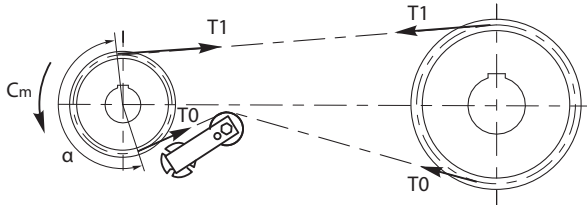

Fig. 5 TENSIONAMENTO DALL'ESTERNO VERSO L'INTERNO
Per eliminare gli slittamenti, quindi diventa necessario l'utilizzo di un tenditore automatico, poiché consente di recuperare gli allungamenti e di assorbire le vibrazioni provocando un nodo "n" in un punto conveniente della traiettoria della cinghia, e di aumentare l'angolo di avvolgimento  $\alpha$ , se il tendicinghia viene collocato verso l'esterno. Consigliamo di montare il tendicinghia all'esterno della trasmissione fig 5, ma si può posizionare anche all'interno fig 6. I rulli in acciaio o plastica sono idonei solo per andare in contatto con il dorso della cinghia. Quando il tensionamento viene eseguito, invece, dall'interno verso l'esterno, con cinghie trapezoidali e dentate, si deve utilizzare una puleggia che ricalchi la sagoma della cinghia.
*To avoid micro-sliding, the use of an automatic tightener becomes a must and a way to recover any lengthening as well as vibrations with an "n" knot in a convenient position along the belt path if the belt tightener is positioned with operation from the outside towards the inside. We advise fitting the belt tightener on the outside of the transmission, fig. 5, but it may also be positioned on the inside, fig. 6. Steel or plastic rollers are suitable only for coming in contact with the back of the belt. Instead, when tightening is performed from the inside towards the outside, with V-belts and cogged belts, a pulley which reproduces the outline of the belt must be used.*
dehnung ausgleichen lässt. Gleichzeitig absorbiert der automatische Riemenspanner die Schwingungen, indem er einen Knoten "n" an einer geeigneten Stelle vom Riemenverlauf erzeugt, und erhöht den Umschlingungswinkel bei Positionierung der Riemenspanner mit dem Antrieb montiert werden (Abb. 5), er kann aber auch innen im Antrieb positioniert werden (Abb. 6). Die Rollen aus Stahl oder Kunststoff eignen sich nur für den Kontakt mit der Riemenoberseite. Wenn der Riemen dagegen von innen nach außen gespannt wird, ist bei Keil- und Zahnriemen eine Riemenscheibe erforderlich, welche sich an die Form vom Riemen anpasst.
*Pour éliminer les glissements, il est donc nécessaire d'utiliser un tendeur automatique, puisqu'il permet de récupérer les allongements et d'absorber les vibrations provoquant un nœud « n » sur un point intéressant de la trajectoire de la courroie, et d'augmenter l'angle d'enroulement  $\alpha$ , si le tendeur de courroie est placé avec l'actionnement de l'extérieur vers l'intérieur. Nous conseillons de monter le tendeur de courroie à l'extérieur de la transmission (fig. 5), mais il peut être placé également à l'intérieur (fig. 6). Les rouleaux en acier ou en plastique sont appropriés pour être en contact uniquement avec le dos de la courroie. Alors que lorsque la tension est effectuée de l'intérieur vers l'extérieur, avec des courroies trapézoïdales et dentées, il faut utiliser une poulie égale au gabarit de la courroie.*
La transmisión con correa no asegura una constancia perfecta de la relación de transmisión a causa de errores inevitables del desarrollo de la longitud de la correa y por la presencia de deslizamientos entre la correa y la polea, debidos a los siguientes factores: pequeño ángulo envolvente, bajo coeficiente de frotamiento entre las superficies de contacto por la posible presencia de aceite, grasa, alargamiento de la correa determinado por el desgaste y por el envejecimiento de la misma y un bajo pretensado de la correa. Para eliminar los deslizamientos, es necesario usar un tensor automático, porque permite recuperar los alargamientos y absorber las vibraciones provocando un nodo "n" en un punto adecuado de la trayectoria de la correa, y aumentar el ángulo envolvente  $\alpha$ , si el tensor de correa se coloca con accionamiento que va del exterior hacia el interior. Recomendamos montar el tensor de correa en el exterior de la transmisión, fig. 5, aunque se puede colocar también en el interior, fig. 6. Los rodillos de acero o de plástico son idóneos solo para entrar en contacto con el dorso de la correa. Sin embargo, cuando se realiza el tensado desde el interior hacia el exterior, con correas trapezoidales y dentadas, se debe utilizar una polea que retome la forma de la correa.